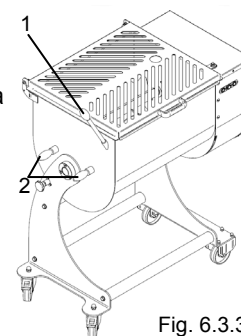
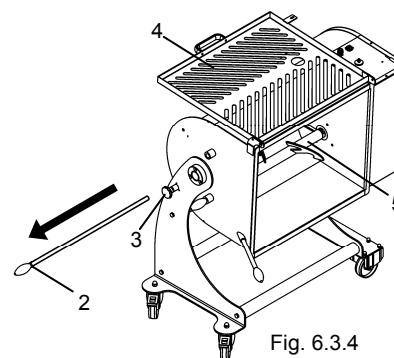

Fig. 6.3.3
Fig. 6.3.4
- Tenere la vasca in posizione orizzontale afferrando la manopola dell'asta di rovesciamento "1" Fig. 6.3.3.
- Sganciare e sfilare i perni che bloccano le pale "2" Fig. 6.3.3 e "2" Fig. 6.3.4
- Tirare il pomello di blocco della vasca "3" Fig. 6.3.4
- Dopo averla sbloccata, è possibile ruotare la vasca tirando l'asta di rovesciamento "1" Fig. 6.3.3.
- Aprire la griglia "4" Fig. 6.3.4 e procedere con lo smontaggio delle pale.
- Afferrare singolarmente le pale "5" Fig. 6.3.4 e tirarle verso l'esterno, sfilandole dalla sede dove sono inserite.